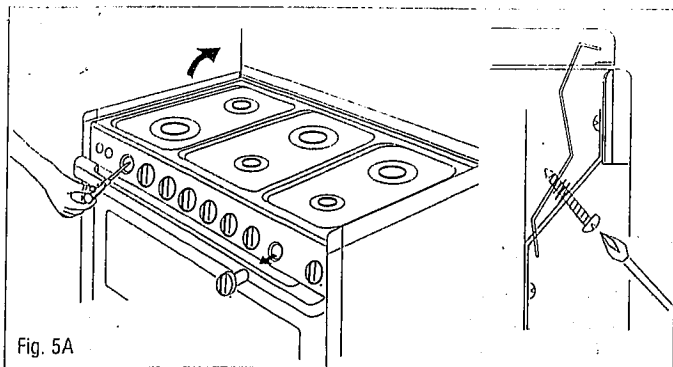

Fig. 5A
- 2- (vis de fixation non apparentes) dévisser les deux vis de fixation que l'on atteint par le trou de la deuxième manette (en partant du côté droit) et de la dernière manette à gauche (fig. 5A).